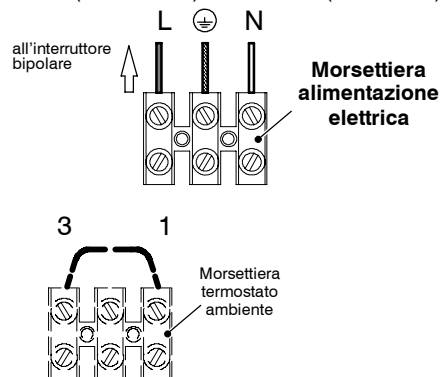

fig. 5.12
- 1 Collegare il cavo di alimentazione elettrica proveniente dall'interruttore onnipolare alla morsettiera di alimentazione elettrica della caldaia fig. 5.12 rispettando la corrispondenza della linea (filo marrone) e del neutro (filo azzurro).